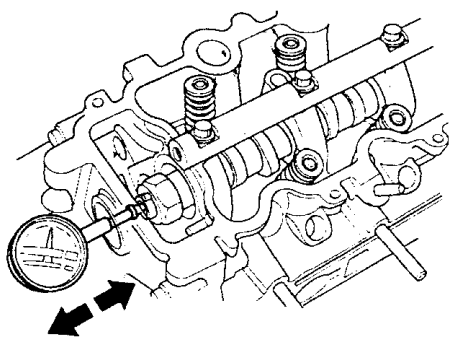

图 2-110 检测凸轮轴轴向间隙
5) 如图 2-110 所示，将百分表推杆顶住凸轮轴端部，将百分表归零。前后推动凸轮轴，读出轴向间隙。如果轴向间隙超出了维修极限，更换止推盖，并重新检查。如果仍然超出维修极限，则需更换凸轮轴。凸轮轴的轴向间隙标准值： $0.05 \sim 0.25\text{mm}$ ；维修